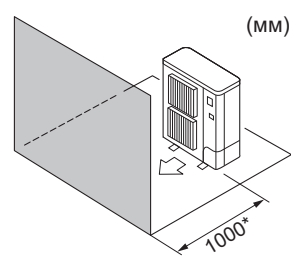

Fig. 2-6
- ④ Кедергілер тек алдыңғы жағында (Fig. 2-6)